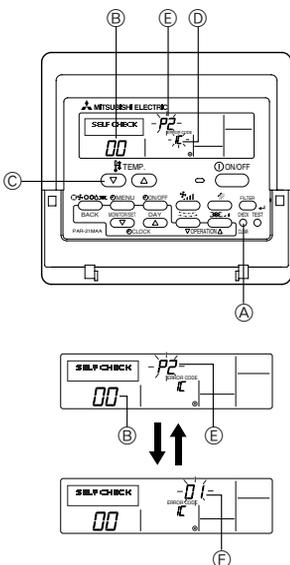

Fig. 7-3
7.3.1. Para el controlador remoto cableado (Fig. 7-3)
- ① Encienda el aparato.
- ② Pulse el botón **[CHECK]** dos veces.
- ③ Ajuste la dirección del refrigerante mediante el botón **[TEMP]** si utiliza un control de sistema.
- ④ Pulse el botón **[ON/OFF]** para terminar el autotest.